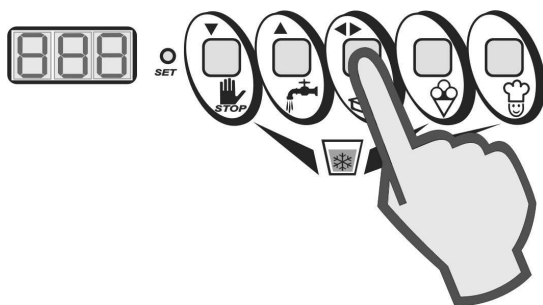

Fig. 7
- Presione la tecla CONFIRMACIÓN (◀▶) para convalidar la nueva entrada y salir de la programación. (fig. 7).